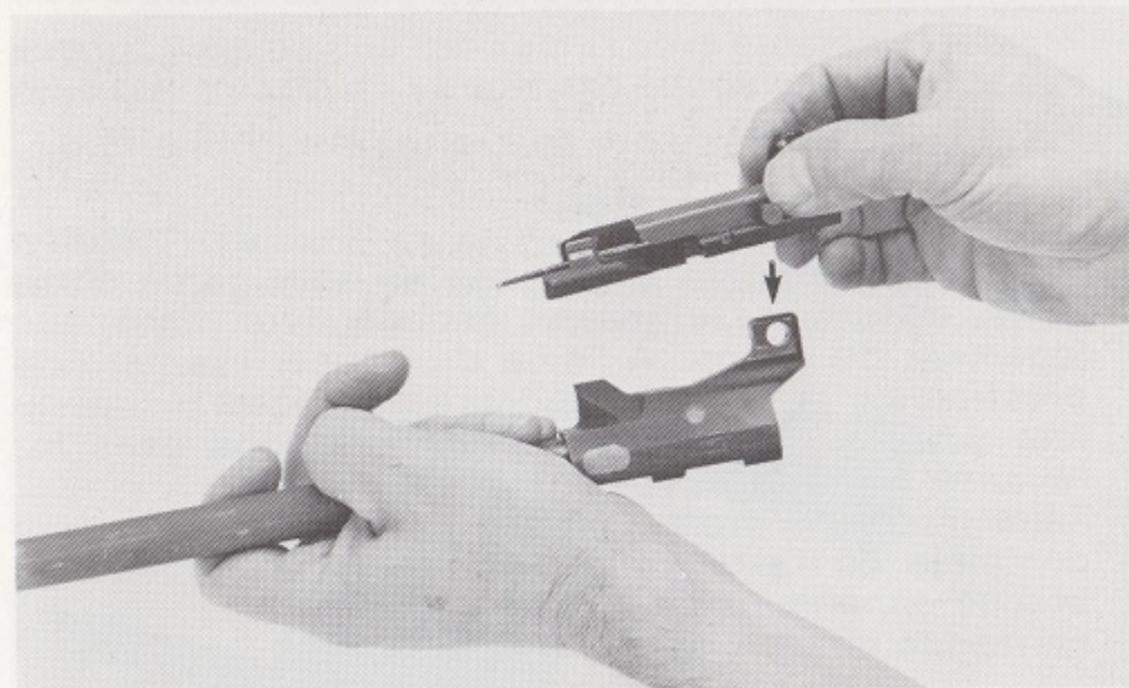

Fig. 35
- Remonter la glissière sur le piston en enfonçant simplement l'axe dans son logement (Fig. 35).